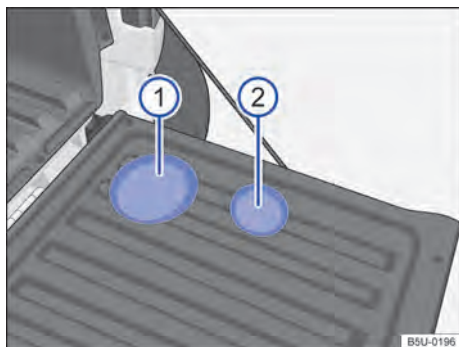

Fig. 132 No revestimento da tampa do compartimento de carga: ① porta-garrafas e ② porta-copos.
Para utilizar os porta-garrafas → Fig. 132 ① e os porta-copos ② abra a tampa do compartimento de carga.